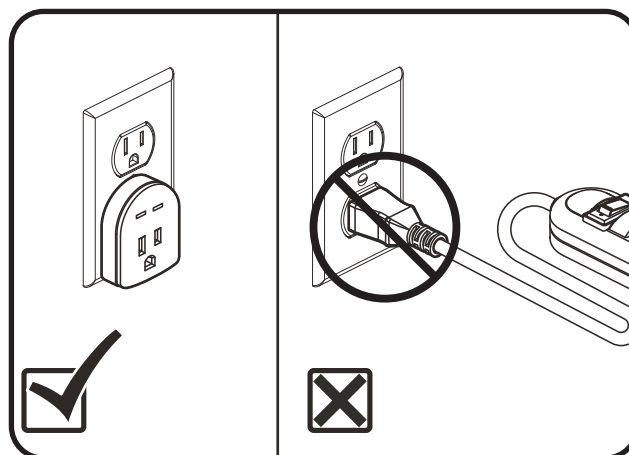

Figura 4.3 Protector contra sobretensiones
7. Enchufe el cable de alimentación directamente en la toma de pared. **¡No utilice cables de prolongación!** Vea la figura 4.3.
- Enchufe el cable de alimentación directamente en la toma de pared. **¡No utilice cables de prolongación! Vea la figura 4.3.**